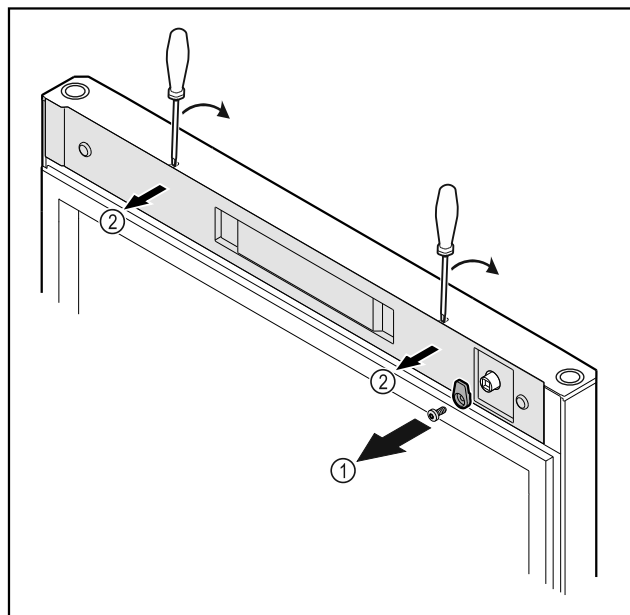

Fig. 12 *
- ▶ Csavarja le a reteszelő kampót Fig. 12 (1)*.
- ▶ Pattintsa ki a burkolatot Fig. 12 (1) egy csavarhúzó segítségével, és vegye le.*